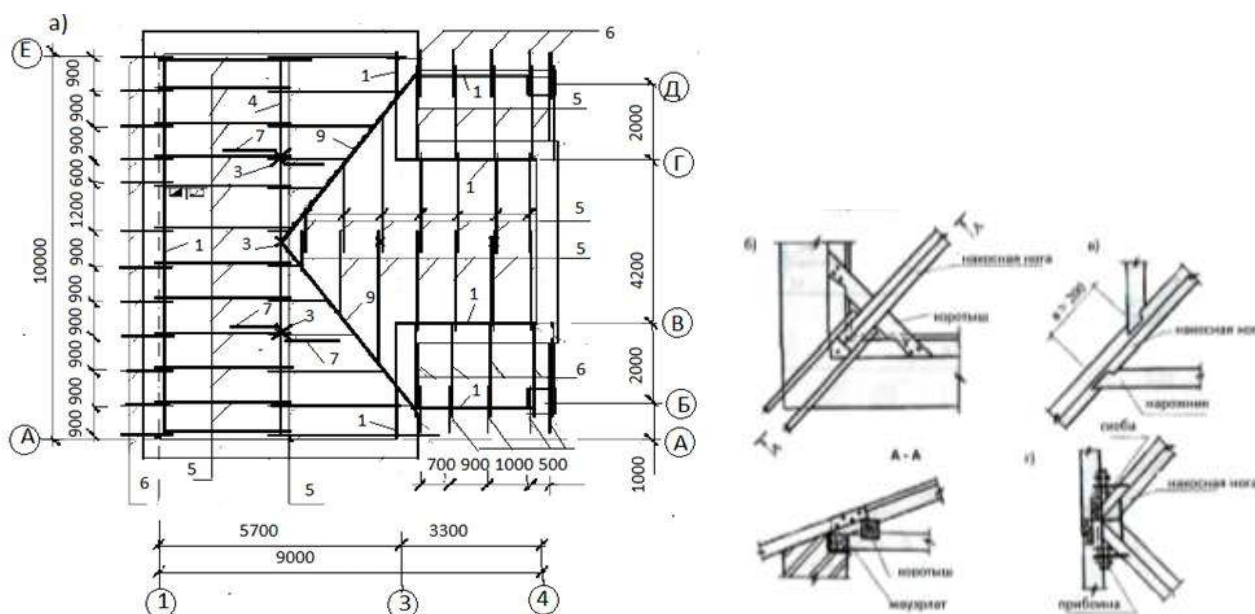

Рисунок 5.2 – Элементы скатной крыши
3. Вычертить 3d модель кровли в программе Renga в разделе 3d вид по примеру, рис.5.2